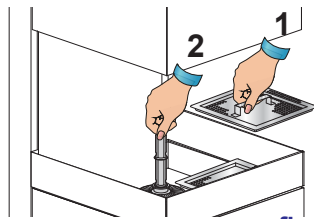

fig. 17
- Con máquina en **STAND-BY** quite el rebose, esperar que la cuba se haya vaciado y cierre la tapa móvil (véase fig. 17 e 18). En máquinas provistas de bomba de vaciado siga las indicaciones del punto 4.5.